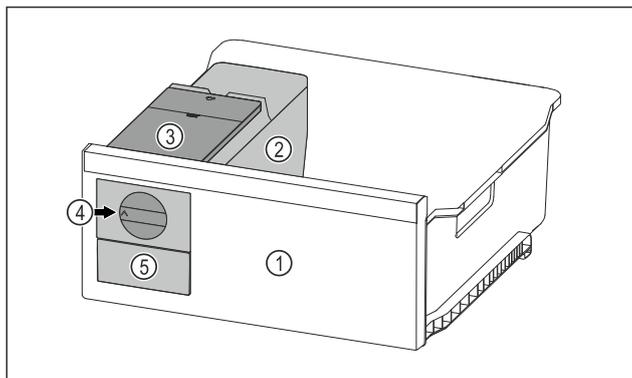

Fig. 109 例图
- ▶ 将旋钮 Fig. 109 (4) 顺时针转动到底。
- ▶ 冰块从方块冰盘落入冰块抽屉 Fig. 109 (5) 中。如果不是所有冰块都从方块冰盘中掉出: